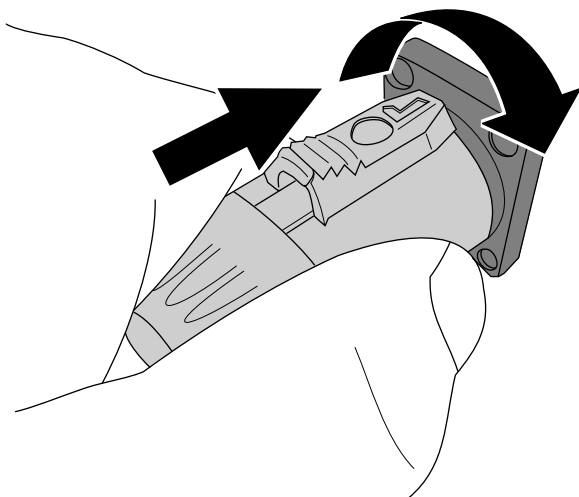

Figura 35
4. Conectai încărcătorul la priza mainii i rotii fia în sensul acelor de ceasornic pentru a o fixa (Figura 35).